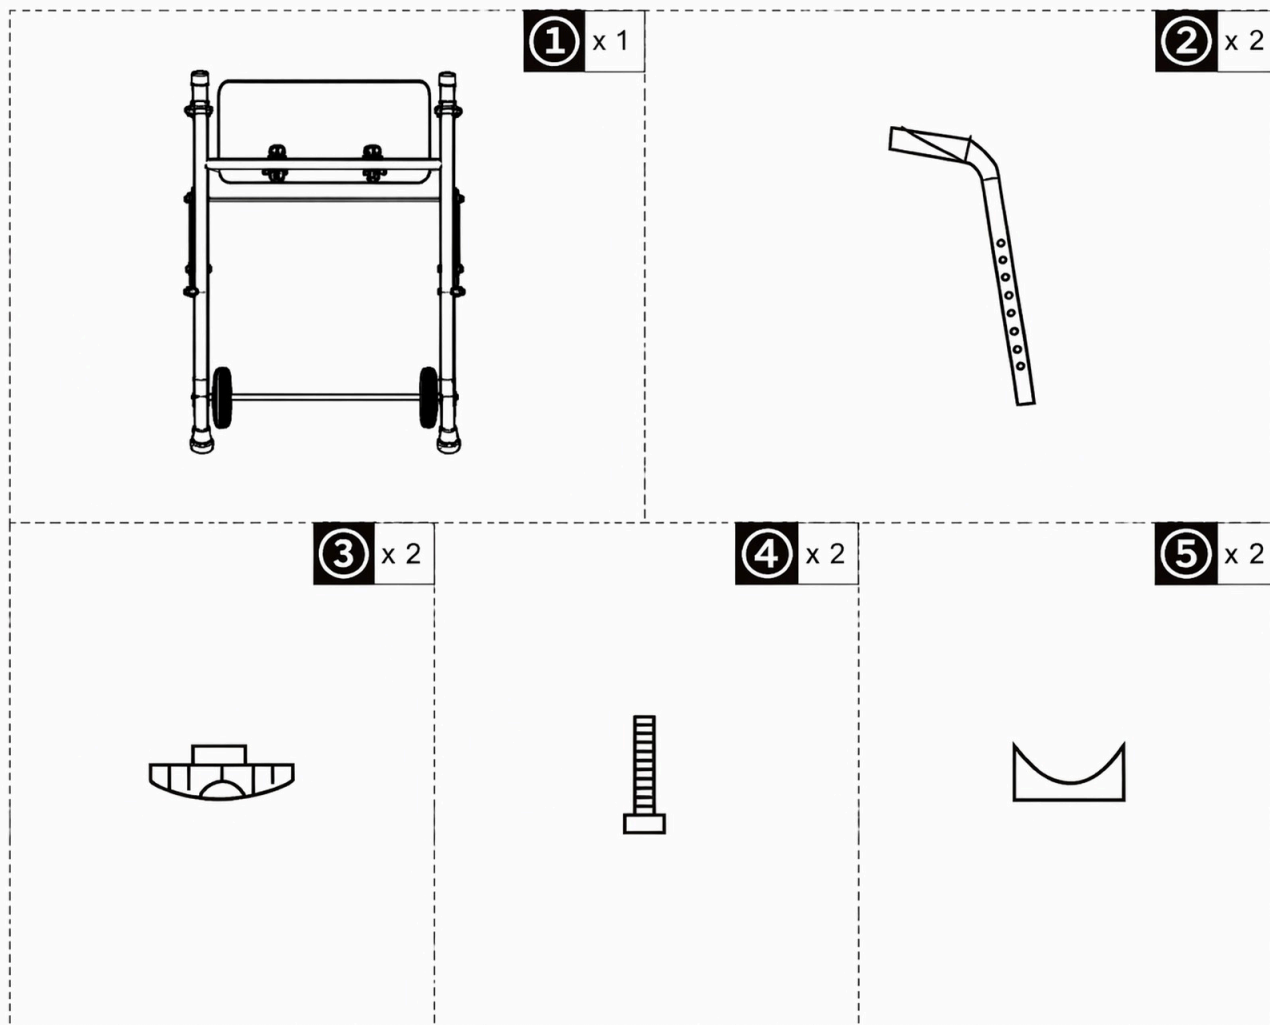

Figura 1
I. Preparazione prima dell'assemblaggio: Dopo aver aperto la scatola di imballaggio, utilizzare le forbici per tagliare le fascette di plastica e il pluriball. Prestare attenzione a proteggere tutte le parti all'interno della scatola. Se si assembla a terra, stendere cartone o tappeto sul pavimento per evitare graffi. Distinguere e organizzare correttamente tutte le parti e i componenti. Rimuovere il cartone interno ed estrarre le parti, disponendole in modo ordinato. Le parti sfuse nella scatola di imballaggio sono mostrate nella Figura 1:
II. Istruzioni di montaggio (Fare riferimento ai nomi e ai numeri dei componenti nella Figura 1):